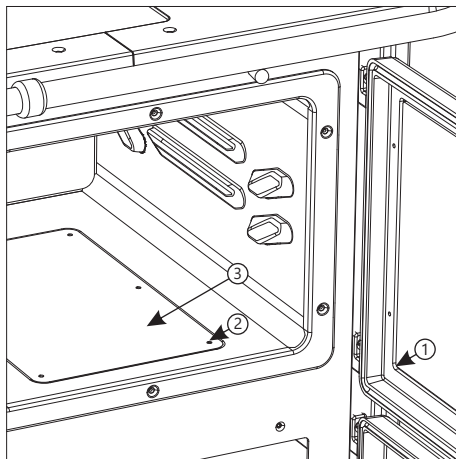

Figure 6
Nettoyage des conduits des produits de combustion en dessous du fourneau (figure 6) - ouvrir la porte du fourneau (1), dévisser 6 vis (2) au fond du fourneau et enlever le couvercle du fond du fourneau (3). Utiliser l'accessoire fourni pour nettoyer les dépôts de suie du fond de la cuisinière et en dessous du fond du fourneau. Une fois le nettoyage terminé, remettre le couvercle du fond du fourneau en position initiale et le fixer avec les vis.